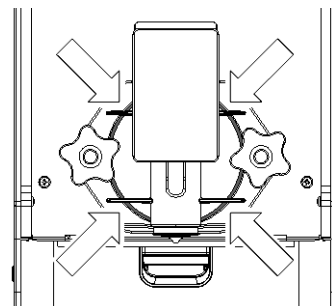

figura 28
**1 Una vez por día:** controle el distribuidor y verifique que no haya pérdidas de producto a través de la junta del grupo grifo. Si se detectan pérdidas, verifique en primer lugar que los componentes estén colocados correctamente; a continuación, verifique que la junta no sea defectuosa y no esté desgastada; de ser así, sustitúyala con un repuesto original del fabricante. (ver figura 28)